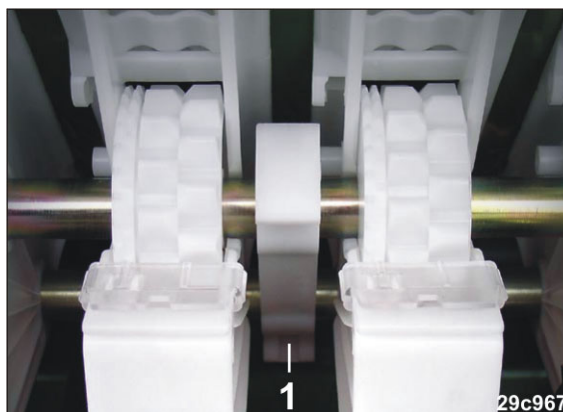

Рис. 228
3. Откройте прижимные опоры высевającego вала (Рис. 228/1).